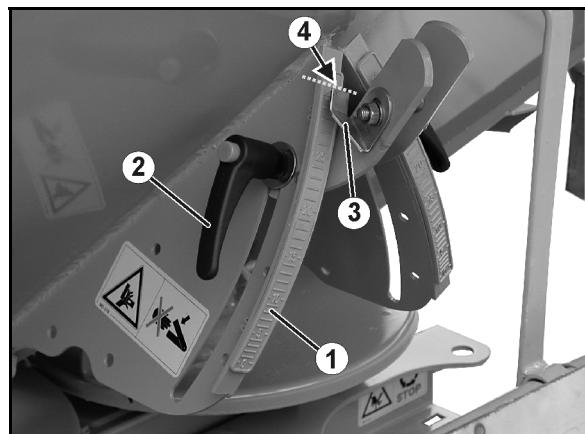

图 61
2. 松开夹紧杆（图 61/2）。
3. 在刻度盘（图 61/1）上可查找在撒播表中获取的或通过校准装置测得的刻度值，以用于设定滑门位置。
4. 将指针（图 61/3）的读取边（图 61/4）设置为该刻度值。
5. 重新拧紧夹紧杆（图 61/2）。